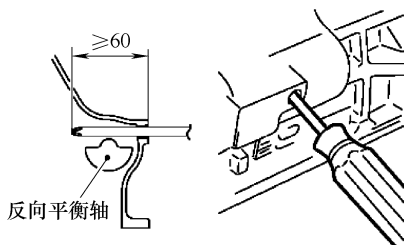

图 4-69 检测正时标记是否对齐
4) 拆下气缸体上的螺塞, 通过安装孔装入一个杆径 8mm 的十字旋具。若能装入深度 60mm 或更多, 这表示正时标记对齐, 如图 4-69 所示。